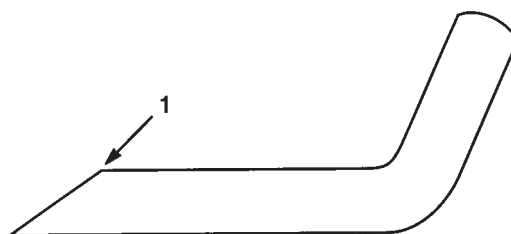

Fig. 20
3. Undersøk eggene på alle knivene. Kvess knivene hvis nødvendig. Du må bare kvesse toppen av eggen og kvesse i samme vinkel for å sikre at kniven holder seg kvass (fig. 20). Kniven holder seg i balanse hvis like mye metall fjernes fra begge egger.